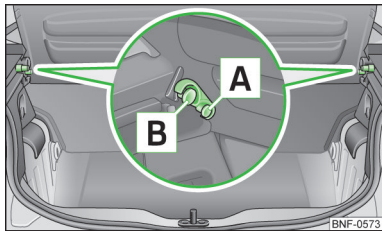

Fig. 69
- > Pentru ridicare prin rabatare, ridicați masca portbagajului și apăsați-o n suporturile laterale [A] » fig. 69.
- > Pentru demontare extrageți n jos masca portbagajului din suporturile laterale [B] » fig. 69.
Aveți ntotdeauna grijă ca masca portbagajului să fie fixată corect n suporturile laterale [B] » fig. 69 - pericol de deteriorare a măștii portbagajului, respectiv a portbagajului.